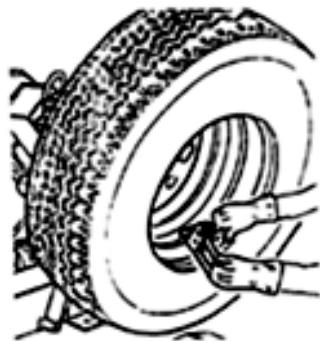

Fig 15
- (9) Снимите тиски с обода и установите инструмент в исходное положение (нерабочее).
- (10) Поверните инструментальную консоль к внешней части шины и зафиксируйте ее.
- (11) Установите тиски на внутренней стороне обода и вращайте колесо до тех пор, пока фиксатор не окажется в крайней верхней точке (рис. 15)